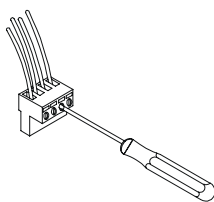

Figura 2
Paso 2 – Conecte los cables a la regleta extraíble INCLUIDA con el altavoz. (Figura 2)